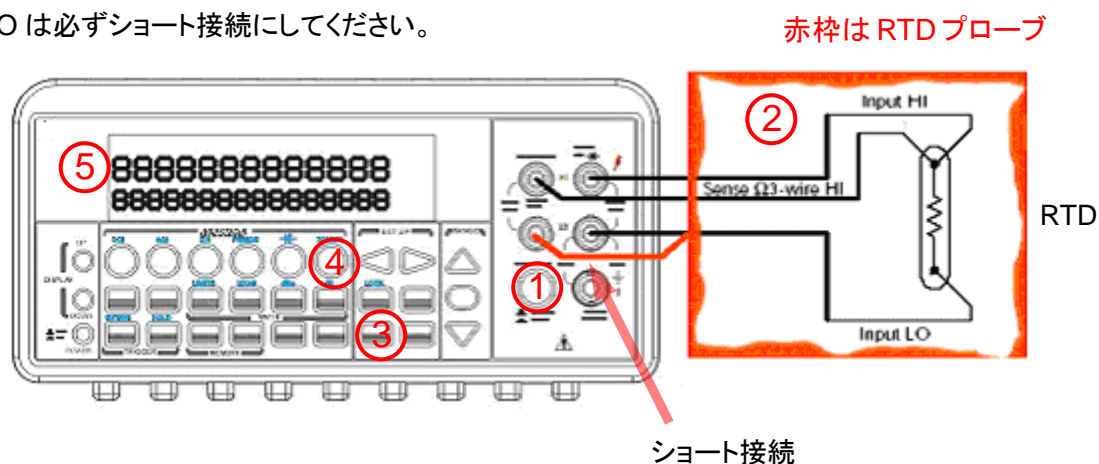

図 3-15
- ① TERMINALS スイッチを使用して前面パネルの入力端子を選択します。
- ② 図 3-15 に示すようにプラチナ RTD を接続します。
- ③ CONFIG、TEMP ボタンを押した後、◀または▶ボタンを押すとディスプレイが”SENSOR”表示のときセンサータイプを、”UNIT”表示のとき単位を、”TRANSDUCER”表示のとき測定モードを選択し ENTER ボタンを押します。それぞれについて◀または▶ボタンで項目を選択し、ENTER ボタンを押して設定します。
- ④ TEMP ボタンを押します。
- ⑤ RTD を希望の位置に置き、ディスプレイ上の測定値を読み取ります。